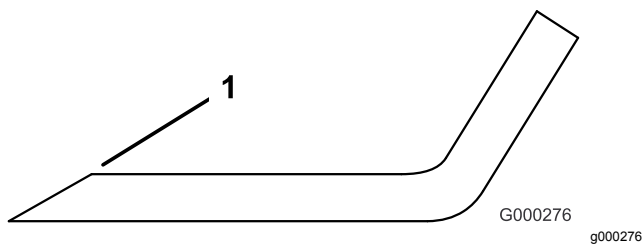

Figura 69
1. Afíle el filo de corte en ambos extremos de la cuchilla (Figura 69).